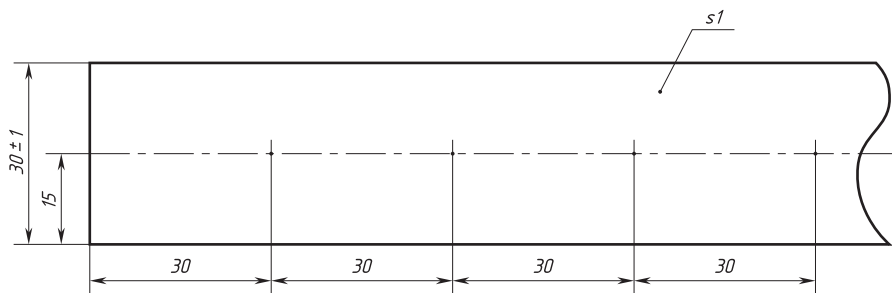

Рис. 5.54. Учебная заготовка для заклёпочного шва
1. При помощи учителя подберите две полоски тонколистового металла. Выправите их, при необходимости обработайте их в размер (рис. 5.54). Снимите заусенцы.